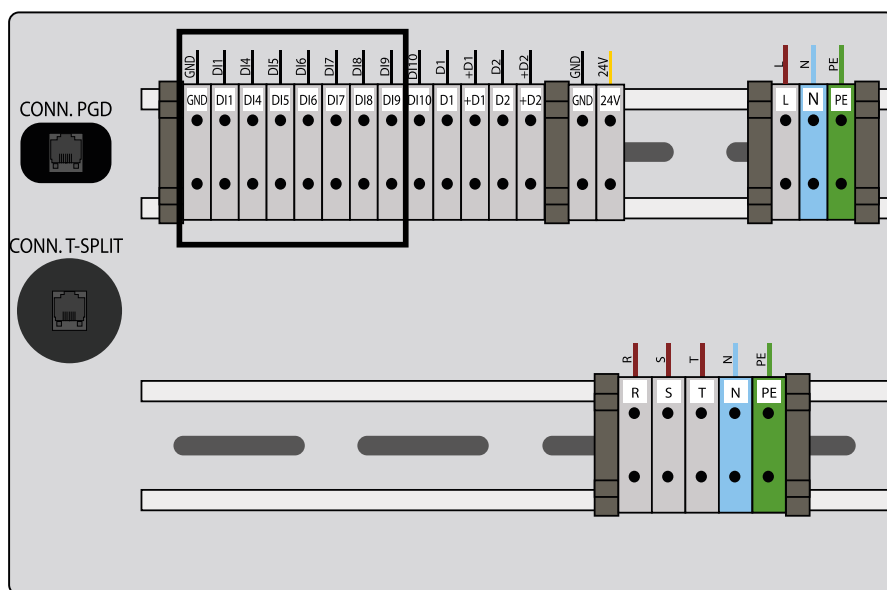

ABB. 60 (Elektrischer Anschluss DI9-GND bei Bus-Verbindung auf P-LAN)
- 1) Befestigen Sie das hintere Gehäuse (**ABB. 60 - Bez. 1**) an der Standarddose oder an der Wand
- 3) Befestigen Sie die vorderer Abdeckung (**ABB. 60 - Bez. 2**) mit den im Kit enthaltenen Schrauben am hinteren Gehäuse (**ABB. 60 - Bez. 1**).
- 4) Installieren Sie den Einsteckrahmen (**ABB. 60 - Bez. 3**)